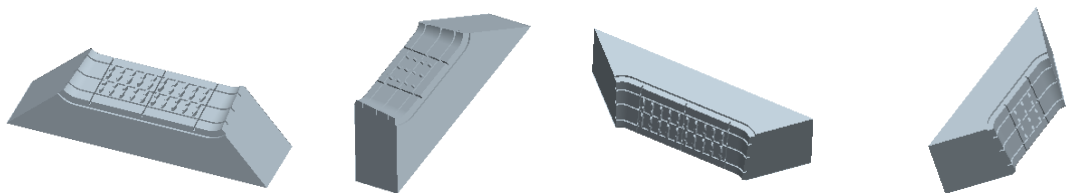

图 16.22 滑块体积块 1 图 16.23 滑块体积块 2 图 16.24 滑块体积块 3 图 16.25 滑块体积块 4
Step3. 在“体积块分割”操控板中单击 **体积块** 按钮,在“体积块”界面中单击 **2** ☒ **体积块_2** 区域,如图 16.22 所示,然后在选中的区域中将名称改为 slide_vol_1;在“体积块”界面中取消选中其余体积块。